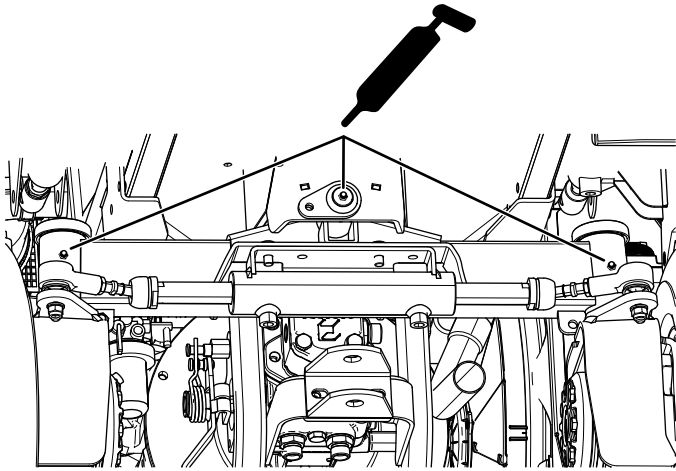

Figura 51
- Puntos de pivote de dirección (Figura 51)